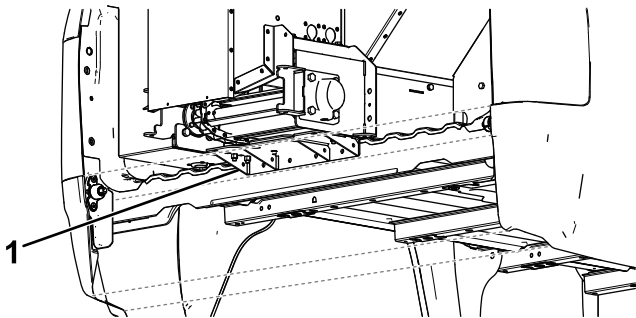

Figure 5
3. Poussez l'épandeur vers la cabine du véhicule, jusqu'à ce que la butée de glissière rencontre le plateau du camion (Figure 5).